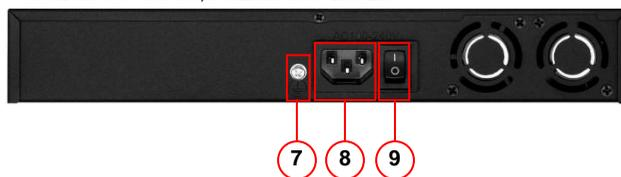

Рисунок 1 – Внешний вид сетевого оборудования, расположение элементов управления, разъемов и индикаторов
- Подключите кабель сетевой (входит в комплект поставки) к разъему питания от 100 до 240 В (см. рисунок 1).